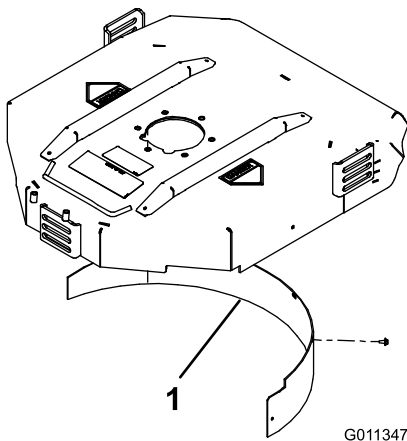

Bild 8
2. Montieren Sie das Mulchablenkblech in der hinteren Öffnung und befestigen Sie es mit fünf Bundschrauben (Bild 8).